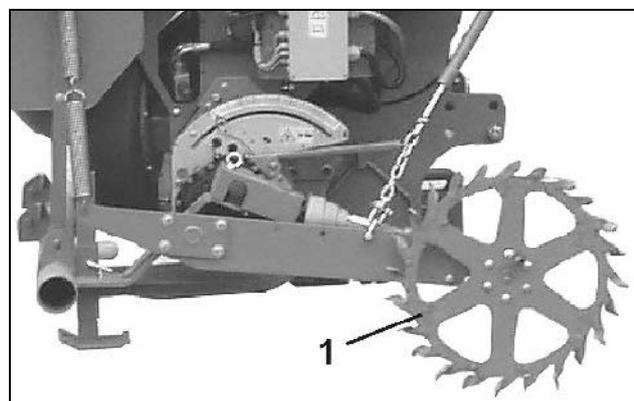

Fig. 25
- La roue d'entraînement entraîne via le boîtier Vario les tambours de dosage dans le doseur de semence (Fig. 25/1).